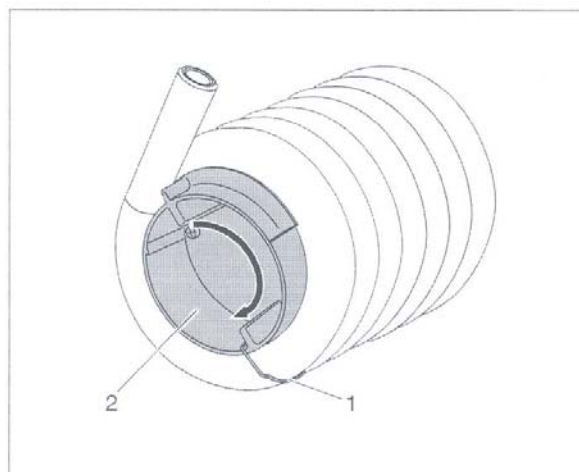

Fig. 47 Smontare il vaso di rinvio
- Smontare il vaso di rinvio (fig. 47, pos. 2) per i gas combustibili posto nella parte inferiore dello scambiatore di calore, estraendo il perno di protezione (fig. 47, pos. 1) e svitando il vaso di rinvio.